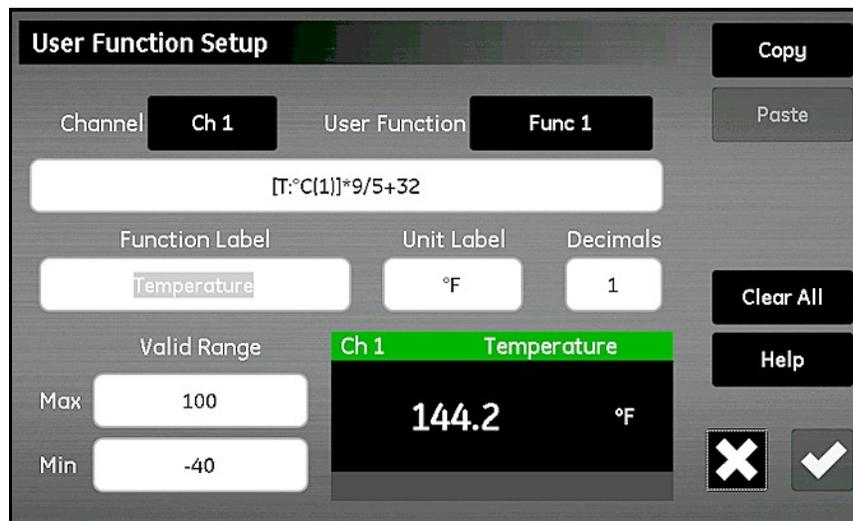

Abbildung 60: Bildschirm „Konfiguration von Benutzerfunktionen“
1. Tippen Sie auf die Schaltfläche **Benutzerfunktion** im Bildschirm *Konfigurationsmenü* (siehe *Abbildung 52 auf Seite 57*), um den Bildschirm *Konfiguration von Benutzerfunktionen* zu öffnen (siehe *Abbildung 60* unten).